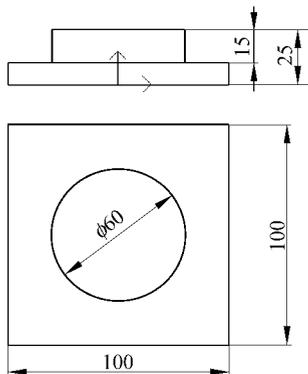

图 1-1-9 CAXA 电子图板图样
② 在 CAXA 电子图板里，执行【工具】|【视图管理】|【读入标准视图】命令，或者单击“读入标准视图”图标 ，在弹出的【打开】对话框的【查找范围】列表框中选择“入门实例.mxe”的文件保存目录，在【文件类型】列表框中选择“制造工程师数据文件(*.mxe)”，这里选中“入门实例.mxe”。
③ 系统弹出【标准视图输出】对话框，选择【主视图】和【俯视图】，单击【确定】按钮，将标准视图输出。
④ 根据状态栏提示，在绘图区选择合适的视图放置位置后单击，放置视图。
⑤ 为视图添加标注，如图 1-1-9 所示。
⑥ 保存文件。